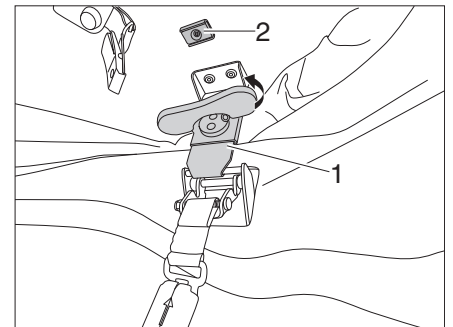
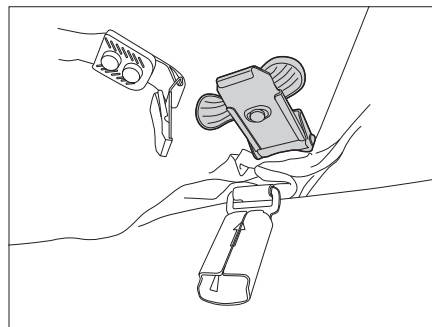

Bild 18 Verriegelungen entspannen
Bild 19 Verriegelung fixieren
- Drehgriffe der linken und rechten Verriegelung (Bild 18,1) aufstellen und gegen den Uhrzeigersinn drehen, bis die Verriegelungen entspannt sind.
- Drehgriff wieder nach unten klappen und den Verriegelungsmechanismus am Magnet (Bild 18,2) fixieren (Bild 19).